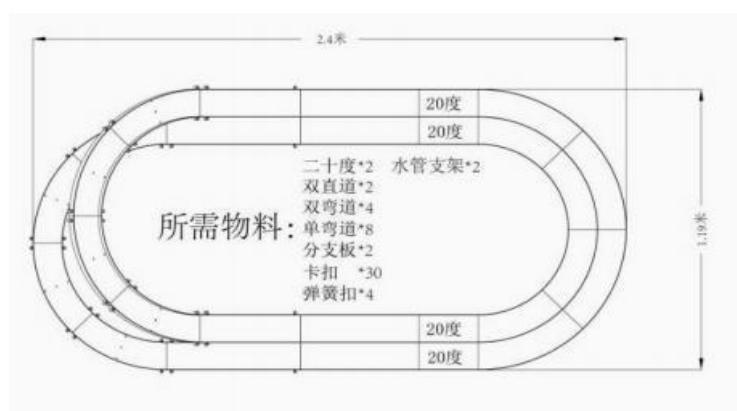

图5四驱车调试场地示意图
2.3.3 制作时间：45分钟，含调试时间。（规定时间内未完成制作调试，不得参加竞速赛），调试车辆不得占用竞赛场地，需在设置的3-4组调试场地（图5）进行调试。